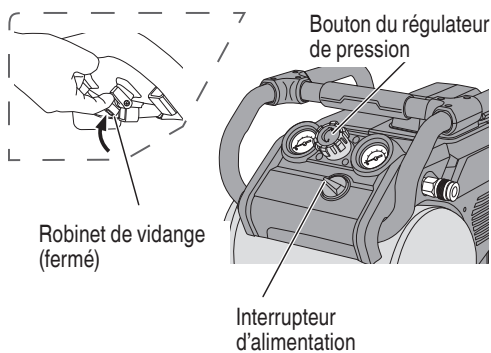

Fig. 13
- S'assurer que le robinet de vidange du réservoir est fermé (Fig. 13).
- S'assurer que l'interrupteur d'alimentation est dans la position **ARRÊT (O)** et que la batterie est retirée.
- S'assurer que le bouton du régulateur de pression soit complètement tourné dans le sens antihoraire (Fig. 13).